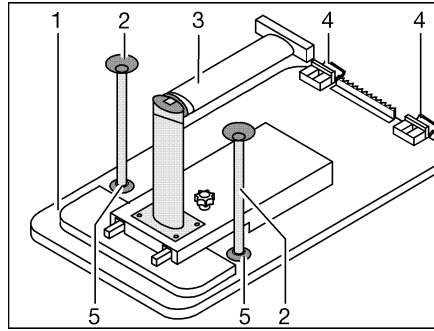

Bild 103 Bettunterbau
- Tischplatte (Bild 103,1) vorn leicht anheben.
- Tischfuß (Bild 103,3) am Gelenk entriegeln und einklappen.
- Tischplatte ca. 45° nach oben schwenken und Halterungen (Bild 103,4) aus der oberen Halteschiene aushängen.
- Je nach Modell die beiden zusätzlichen Stützfüße (Bild 103,2) in die Aufnahmen (Bild 103,5) an der Unterseite der Tischplatte stecken.